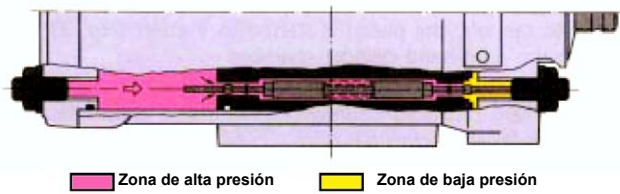

Figura 5
Cuando el émbolo es movido, por ejemplo, para la derecha (figura 5), la válvula derecha (T) es accionada por el tornillo de ajuste (X) antes que el émbolo alcance su posición final. En este proceso el émbolo de la válvula (U) es desplazado por el aceite bajo presión, que posibilita la circulación del aceite en la cámara del cilindro de trabajo (V) y en la tubería de retorno.